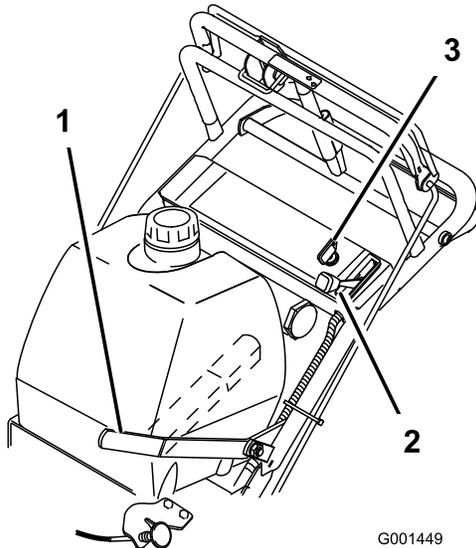

Figure 8
5. Tournez la clé de contact à la position **contact** (Figure 8).
8. Sortez le starter si le moteur est froid (Figure 8).
1. Placez la commande d'accélérateur en position **bas régime** (Figure 8).
3. **Coupez le contact** (Figure 8).